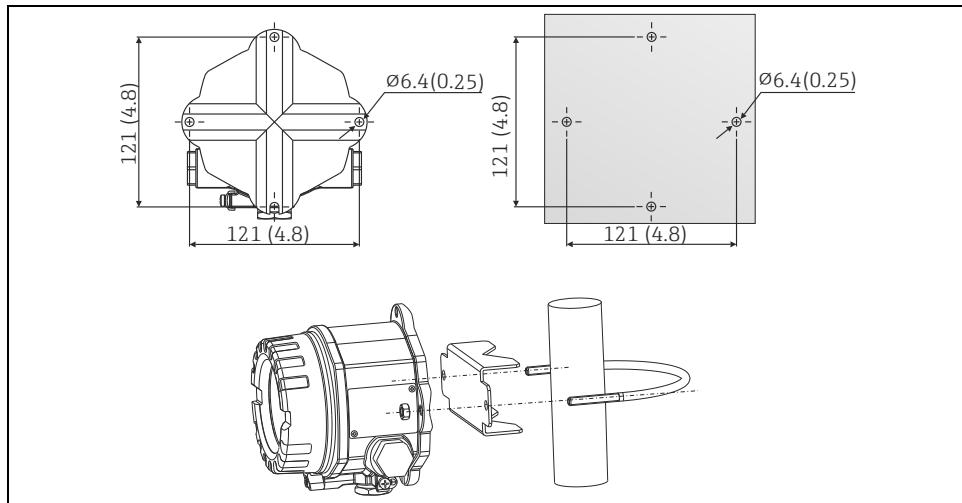

图 1：直接壁式安装或柱式安装 (单位 : mm (in))
- 钻 2 个孔。钻孔模板和钻孔间距请参考图 1。
参考以下步骤将设备安装在管道上 (参考图 1) :